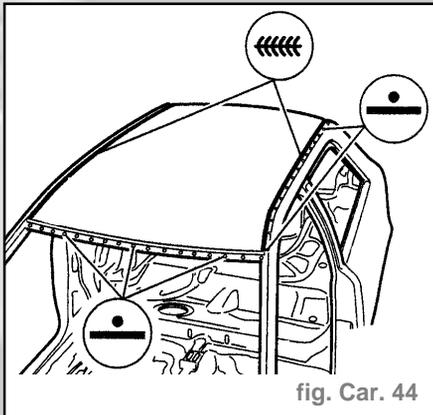

fig. Car. 44
- Souder le pavillon à la pointeuse électrique (fig. Car. 44).